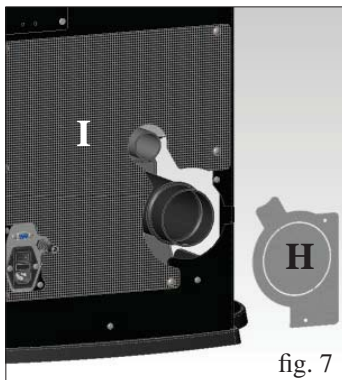
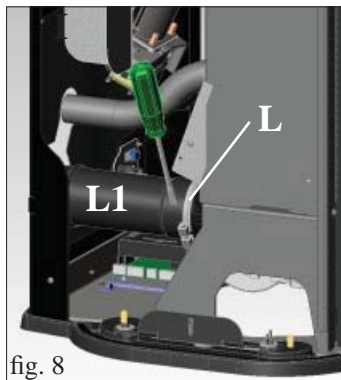

fig. 7
fig. 8
- Desmonte os flancos em vidro (H - fig. 7) removendo as proteções.
- Elimine as borrachas fixadas sob os suportes, inferiores e superiores, fixação dos flancos em vidro (I - fig. 8).
- Remova o topo em vidro que está pousado (H - fig. 7).
- Retire o flanco em aço, fixado na estrutura da salamandra com 2 parafusos (X - fig. 7) a remover, puxando-o para cima (I - fig. 8).
- Retire o diafragma (H - fig. 7) e, em caso de necessidade, também a parte traseira inferior perfurada (I - fig. 7).
- Desaperte a faixa (L - fig. 8) e remova o tubo de saída de fumos (L1 - fig. 8).